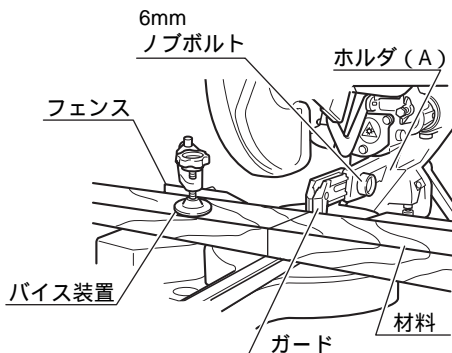

図18
ホルダ (A) にはプラスチック製のガードが取付けてあります。(図18)